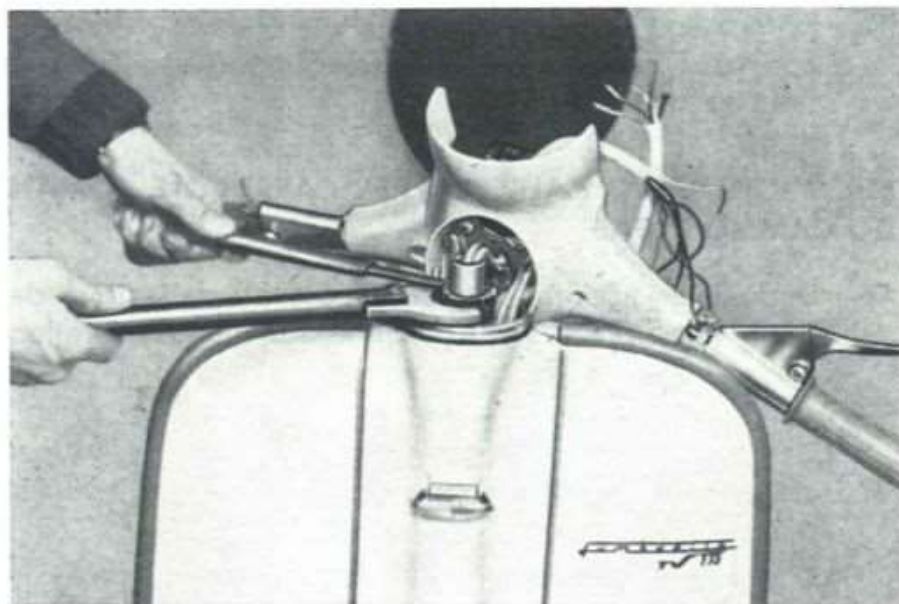

Fig. 34
- 49** Smontato il manubrio (vedi op. 47 - 48) svitare la ghiera per registro sterzo e l'anello per gabbietta (attrezzi 40490 e 40482) e sfilare la forcella anteriore. Vedi fig. 34.